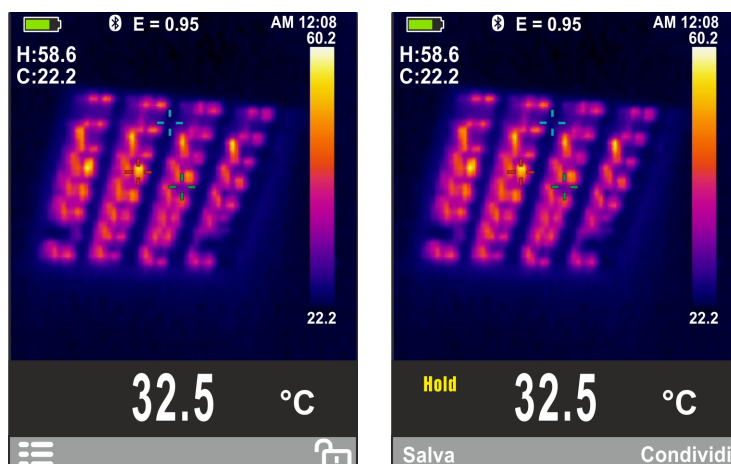

Fig. 16: Salvataggio immagine IR
8. Premere il tasto trigger **T** per fissare la videata a display. Il messaggio “HOLD” appare a display oltre ai tasti **Salva** e **Condividi** (vedere Fig. 16 – parte destra)